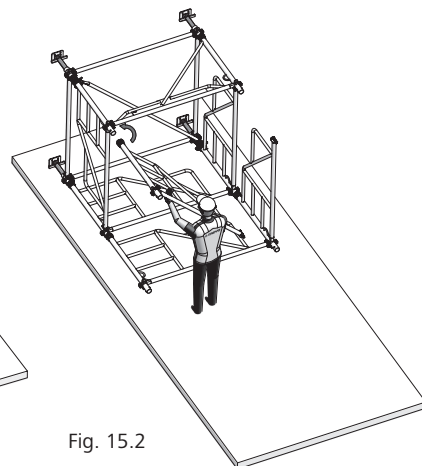

Fig. 15.2
3. Poser les cadres des autres niveaux – de l'intérieur vers l'extérieur avec un angle de 45 degrés (Fig. 15.2).